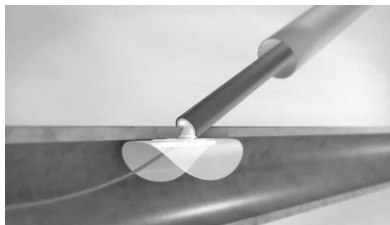

Figura 13. Posizione di tamponamento, impianto giustapposto all'arteriotomia.
- Continuare a retraino il dispositivo di altre 1,5 tacche (= 3,5 tacche in totale). A questo punto, l'operatore dovrebbe avvertire una leggera resistenza tattile dovuta all'ancoraggio dell'impianto al lume interno della parete arteriosa. In questa posizione di tamponamento, l'impianto controlla l'emorragia prodotta dall'arteriotomia. Figura 13.